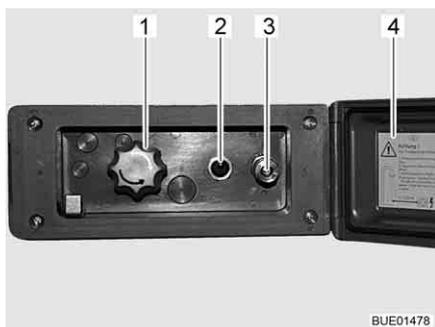

Fig. 123 Branchement de la douche extérieure
- Déverrouiller et ouvrir le couvercle (Fig. 123,4).
- Brancher le flexible de la douche extérieure sur la fermeture rapide (Fig. 123,3).
- Allumer la pompe à eau avec le commutateur (Fig. 123,2).
- Régler la température de l'eau selon ses désirs avec le bouton rotatif (Fig. 123,1).
- Éteindre la pompe à eau avec le commutateur (Fig. 123,2).
- Fermer le couvercle (Fig. 123,4) et verrouiller avec la clé.
- Placer le bouton rotatif (Fig. 123,1) sur la position intermédiaire.